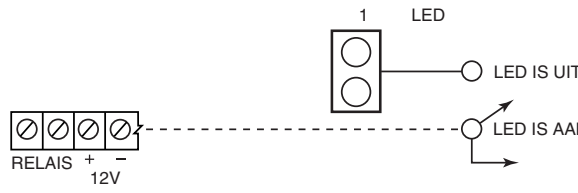

Figuur 1. Optimale Plaats Van Bevestiging
Deze passieve infrarood bewegingsdetector (PIR) is een aan het plafond gemonteerd apparaat, met een rondom werkende, in 31 zones verdeelde, Fresnel lens, die een efficiënt beschermingspatroon biedt voor bedrijven en woonhuizen. De detector registreert kleine en plotselinge veranderingen in temperatuur in het waarnemingsgebied. Dus wanneer een indringer door het bestreken gebied loopt, of daarin komt, wordt het resulterende verschil in infrarode energie opgemerkt zodat er een alarmmelding plaatsvindt. De beste dekking wordt verkregen als de PIR zo wordt gemonteerd dat de meest waarschijnlijke route die de indringer zal gaan volgen gelijk is aan de route als afgebeeld in figuur 1.
**Belangrijk Noot:** De optimale plaats van bevestiging wordt weergegeven in figuur 1. Monteer de PIR op zo'n manier dat de waarschijnlijke route die de indringer zal nemen in de aangegeven richting wijst. Dit zorgt voor maximale effectiviteit van de wisselende polariteit.